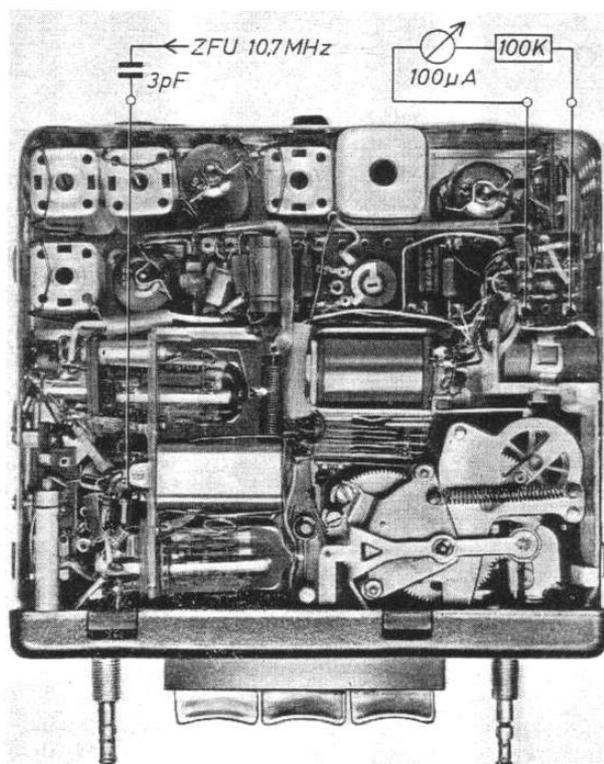

Abb. 7
- a) **ZF.** Zum UKW-Abgleich eine Frequenz von  $10,7 \text{ MHz} \pm 75 \text{ kHz}$  Hub über  $3 \text{ pF}$  an C 414 / C 420 anlegen (siehe Abb. 7). Parallel zu C 483 ein Gleichstrominstrument von  $100 \mu\text{A}$  über  $100 \text{ k}\Omega$  anschließen. Alle Bandfilterkreise bei einer Gleichspannung von  $2 \text{ V}$  entsprechend  $20 \mu\text{A}$  auf Maximum abstimmen. Die Eingangsspannung so einstellen, daß die Gleichspannung beim Feinabgleich nicht über  $2 \text{ V}$  ansteigt. Den Ratio-Zwischenkreis durch C 471 und den Wende-Kreis durch L 429 auf Maximum des Gleichstrominstrumentes bei  $3,5 \text{ V}$  entsprechend  $35 \mu\text{A}$  abgleichen (siehe Abb. 7).